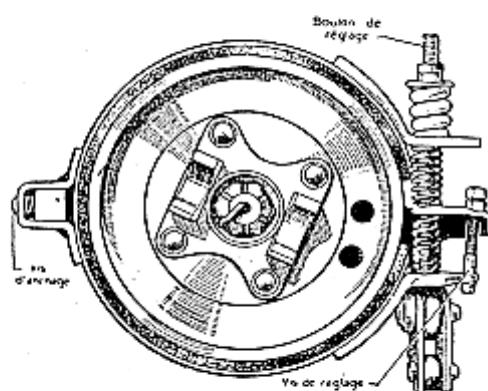

FIG. 34. — Réglage du frein à main
- Enlever le fil d'arrêt de la vis d'ancrage (fig. 34) et régler cette vis de façon à obtenir un jeu entre garniture et tambour de 0,25 à 0,30 mm. (0,010 à 0,012") à l'ancrage.